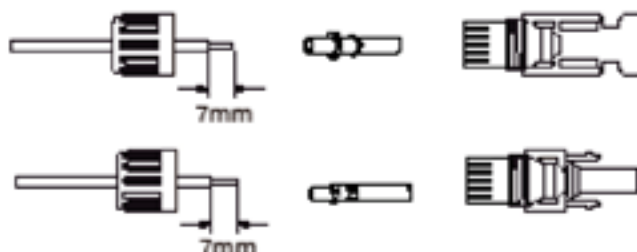

Abb. 3.3 Abschrauben der Überwurfmutter des Steckers
- a) Das DC-Kabel ca. 7mm abisolieren, die Überwurfmutter des Steckers abschrauben (siehe Abb. 3.3).